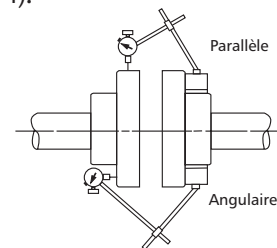

Figure 4
- On **DOIT** vérifier l'alignement avant la mise en service de la pompe (fig. 4).